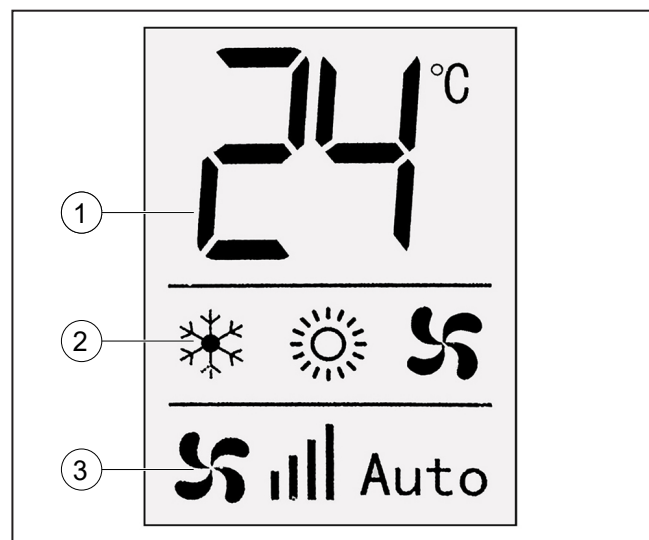

Fig. 15
Als de airconditioner door het elektriciteitsnet van stroom wordt voorzien, maar uitgeschakeld is, toont het display alleen de omgevingstemperatuur in het eerste veld ("Fig. 15" ref. 1).
Als de airconditioner aan staat wordt in het middelste veld ("Fig. 15" ref. 2) de symbolen weergegeven die de werkingsstand aangeven:
In het derde veld ("Fig. 15" ref. 3) wordt de werkingsstand van de ventilator getoond.
De twee cijfers van het eerste veld ("Fig. 15" ref. C) geven normaal de omgevingstemperatuur aan die door de airconditioner in het interieur van de camper is waargenomen.